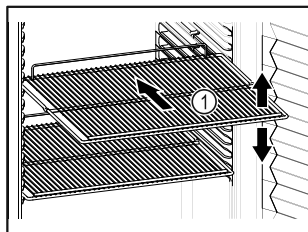

Fig. 40 例图
□ 如果储物区 Fig. 40 (1) 可移动，则根据高度调整储物区。